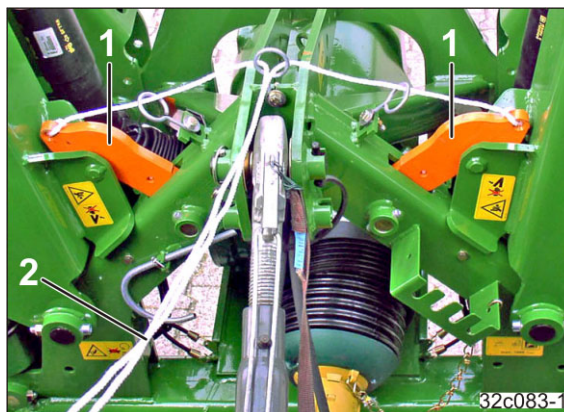

Fig. 107
2. Åbn riglerne (Fig. 107/1) ved at aktivere wirene (Fig. 107/2) indefra traktorsædet.
4. De inderste bærearmler låser automatisk. Fastgørelsen (Fig. 107/1) forhindrer kollision ved fordelerhovederne under såskinnedrift.